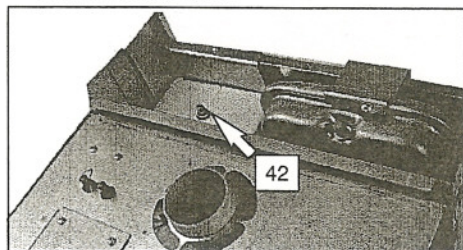

fig. 6.3
- 8 Aflojar la válvula de purga del mini acumulador (42 en la fig. 6.3) ubicada en la parte superior del mini acumulador.